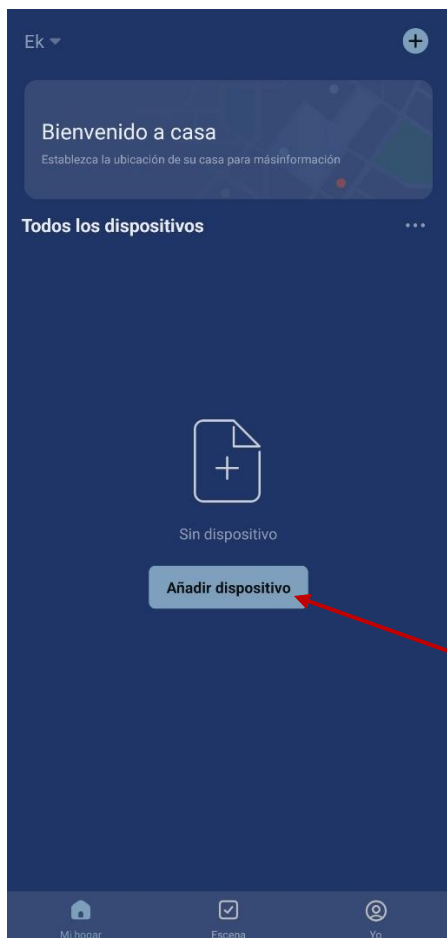

Figura 1
2. Una vez apagada, mantenga la tecla  durante unos segundos y en pantalla le aparecerá las siglas SA y el led de wifi intermitente. (Figura 1)